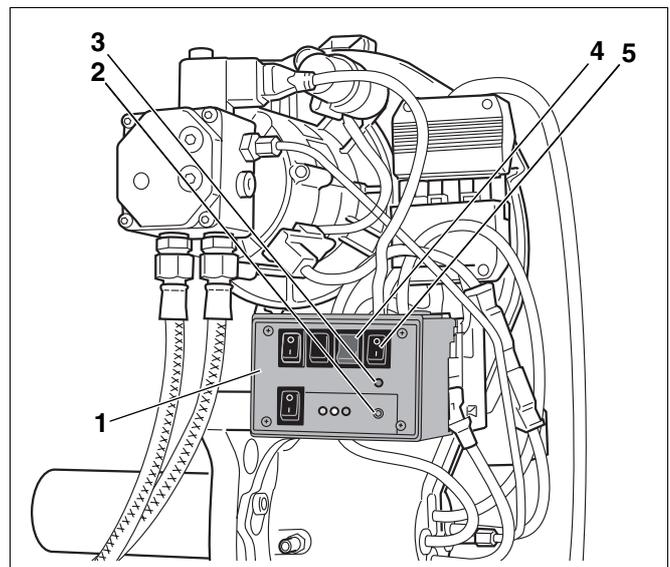

Abb. 14 Mit Brennerprüfgerät Ölleitung entlüften
- Brennerprüfgerät (Abb. 14, **Pos. 1**; Zubehör) – wenn die Ölsaugung über die am Brenner angebaute Ölpumpe erfolgen soll.
Im Folgenden wird die Entlüftung der Ölleitung mit dem Brennerprüfgerät (Abb. 14, **Pos. 1**) beschrieben.
- Brennerprüfgerät (Abb. 14, **Pos. 1**) auf den freiliegenden Sockel aufstecken.
- Betriebsschalter des Regelgerätes einschalten. Die LED (rot) leuchtet (Abb. 14, **Pos. 2**).
- Brennerprüfgerät über den Betriebsschalter (Abb. 14, **Pos. 5**) einschalten. Beide LEDs (rot und grün) leuchten (Abb. 14, **Pos. 2** und **3**).
- Schalter zur Überbrückung des Ölvorwärmers (Abb. 14, **Pos. 4**) einschalten.